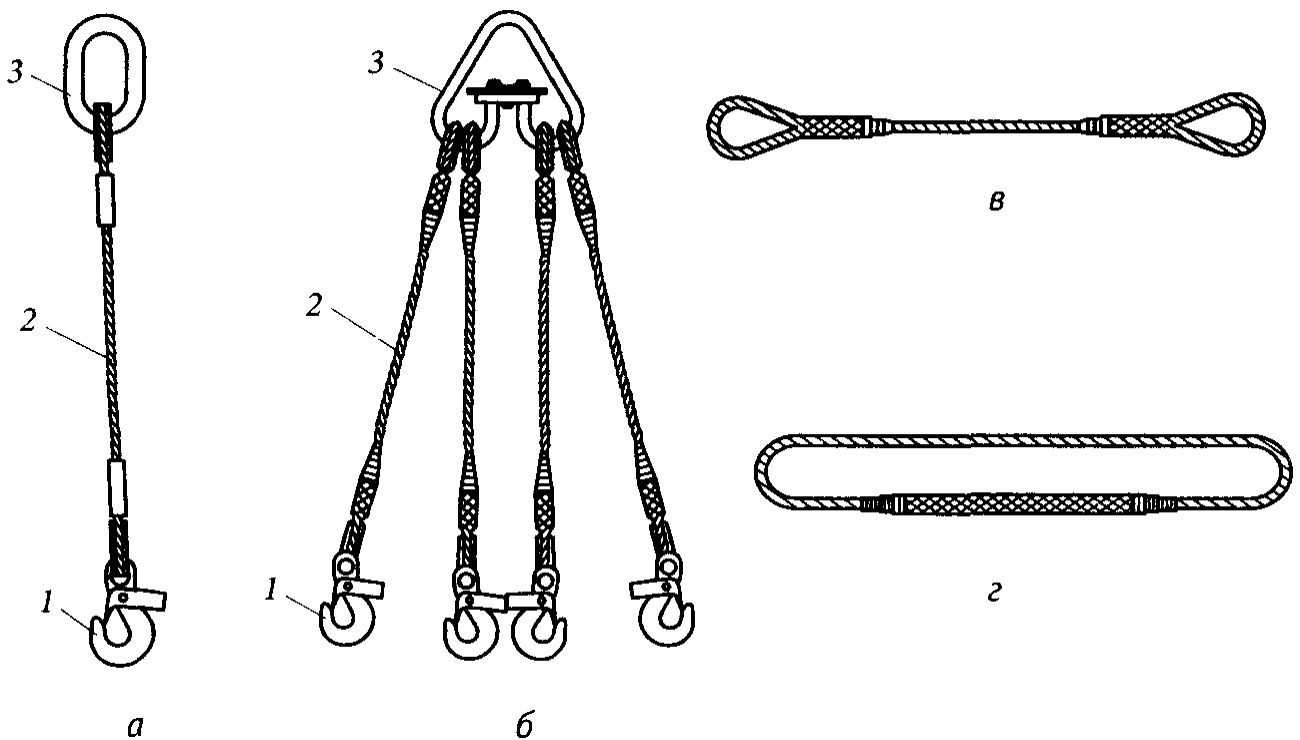

Рис. 3.7. Канатные стропы:
1. **Ветвевые** (рис. 3.7, а, б), предназначенные для зацепки грузов:
2. **Универсальные** (рис. 3.7, в, г), предназначенные для обвязки грузов:
Ветвевой строп (см. рис. 3.7, *а, б*) состоит из навесного звена (кольца) 3, канатных ветвей 2 и захватов (концевых звеньев) 1.